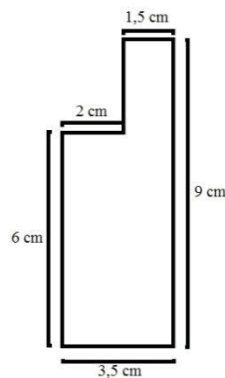

Abb. 13: Schablone der Graphitfolie.
**Vorbereitung der Graphitfolie:** Die Graphitfolie wird der Schablone (Abb. 13) entsprechend zugeschnitten.
**Vorbereitung der Graphit-Elektrode:** S. Schablone der Graphitfolie zu Versuch 1: Stufenförmige Interkalation von  $\text{Li}^+$ -Ionen in Graphit (Abb. 13).